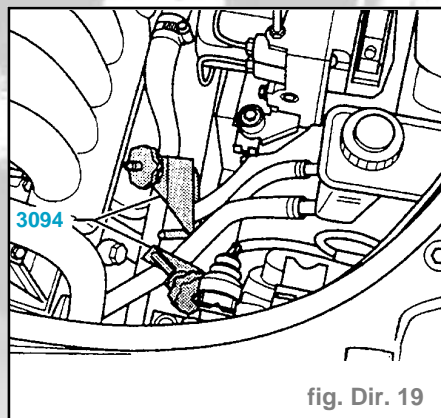

fig. Dir. 19
- Étrangler les conduites d'aspiration et de retour avec des pinces pour flexibles outil VAG 3094 (fig. Dir. 19).
- Étrangler les conduites d'aspiration et de retour à l'aide de pinces pour flexibles (fig. Dir. 19).